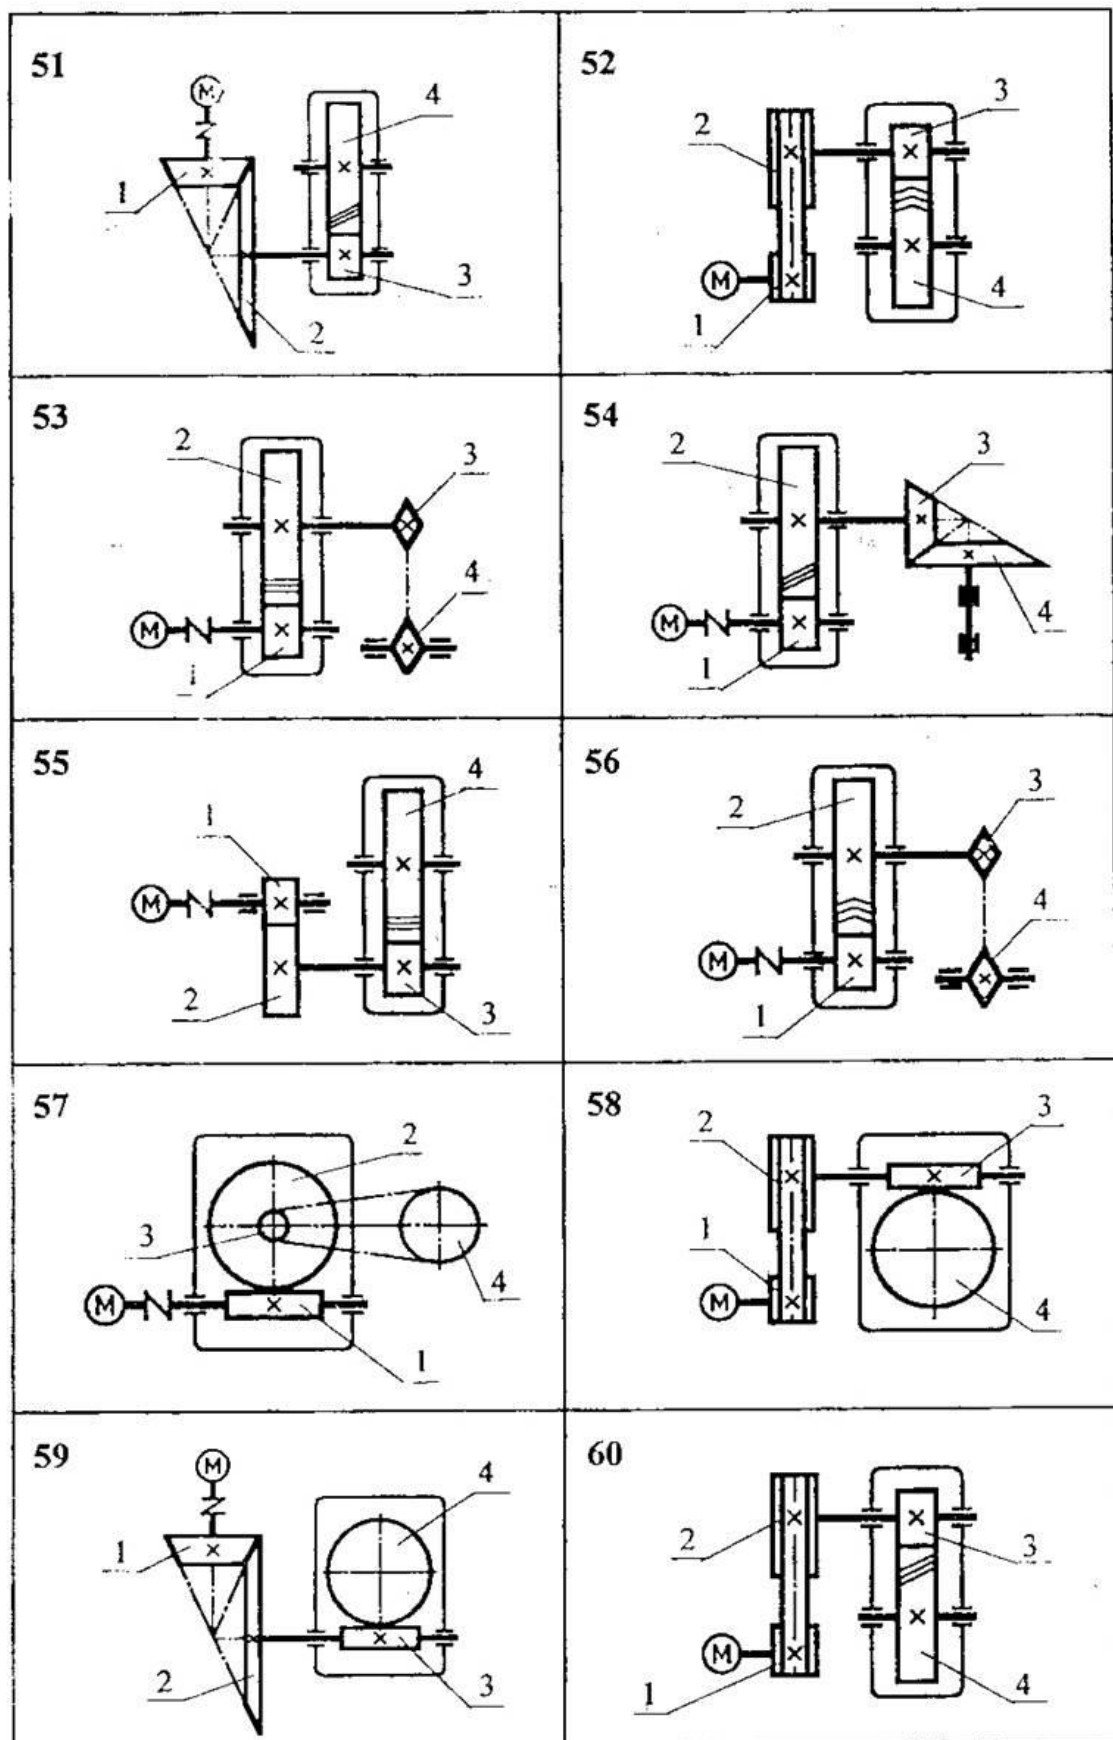

Рис. 6
**ЗАДАЧИ 51 – 60** (рис. 6, табл. 5). Привод состоит из электродвигателя мощностью  $P_{дв}$  с угловой скоростью вала  $\omega_{дв}$  и двухступенчатой передачи, включающей редуктор и открытую передачу, характеристики звеньев которой заданы ( $d$  и  $z$ ). Угловая скорость выходного вала  $\omega_{вых}$ .